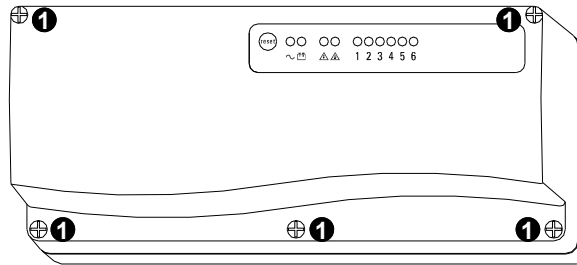
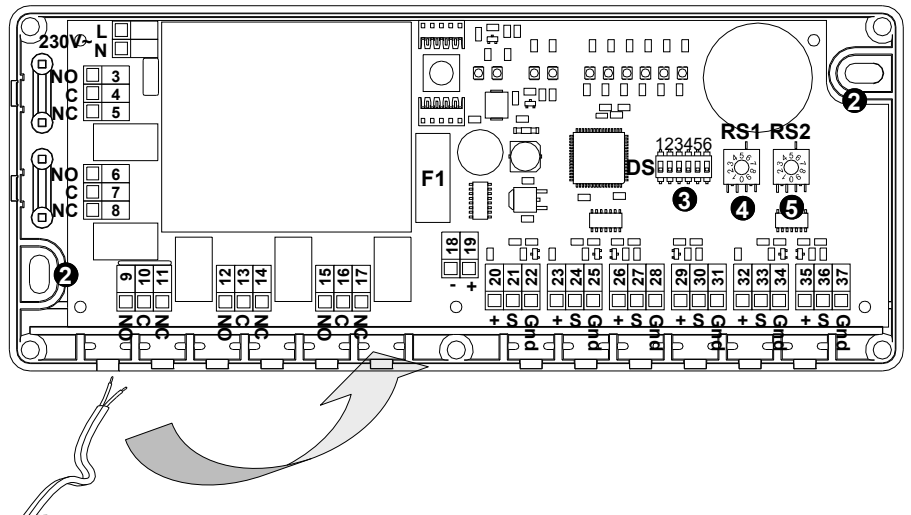

Fig. 1: Posizione delle viti per l'installazione meccanica dell'Unita' di Controllo RXA02M.
Fig. 2: Disposizione degli elementi interni e dei morsetti di collegamento dell'unità di controllo.
- Svitare le 5 viti evidenziate con '1' in Fig. 1 e rimuovere il pannello frontale.
- I cavi di collegamento dovranno essere 'piegati' e fatti passare nei fermacavi (Fig. 2). Se si usa una entrata cavo ed il relativo fermacavi e' necessario eliminare con una pinza adatta il dente in plastica in modo da aprire il passaggio per il cavo.
- Impostare correttamente i Rotary-Switches "4" e "5" e i Dip-Switches (3). Vedere pagina 3.
- Una volta ultimati i collegamenti elettrici riposizionare il frontale sul contenitore e fissare le 5 viti di chiusura '1' di Fig. 1.
Effettuare i collegamenti elettrici in base al tipo di attuatori previsti dal progetto, tenendo presente che i contatti dei rele', tutti in scambio, sono liberi da tensione e quindi possono essere collegati in modo da pilotare attuatori funzionanti con tensioni diverse. Facendo riferimento alla Fig. 2, di seguito e' spiegato il significato dei vari terminali:
- Il circuito elettronico è protetto da un fusibile da 1A rapido, indicato in Fig. 2 con F1.